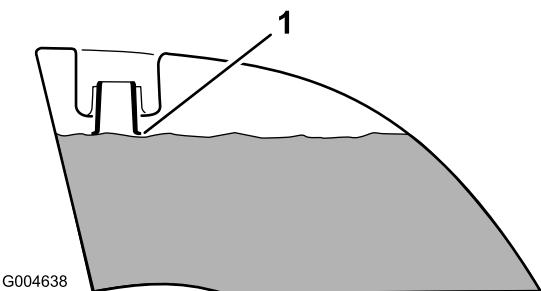

図 12
4. 両方の燃料タンクに、上面から約 25mm 下まで燃料を補給する（図 12）。入れすぎないように注意すること。